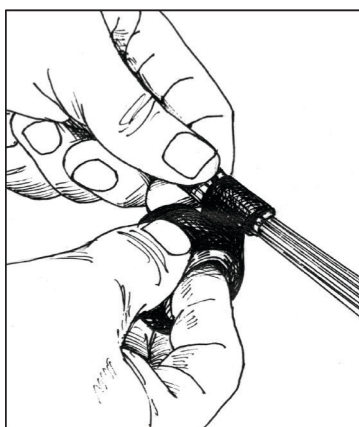
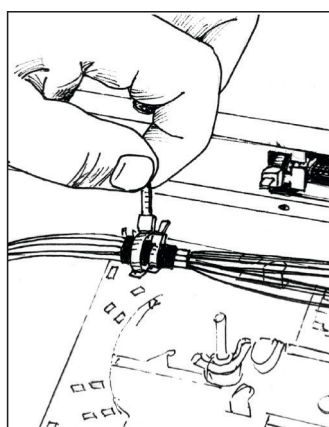

Рисунок 4.6 – Обмотка пучка ОМ лентой ПВХ
Рисунок 4.7 – Крепление ОМ в кассете
4.1.11 Обмотать пучок ОМ лентой ПВХ (2-3 слоя) в месте ввода его на кассету (рисунок 4.6) и закрепить (без натяжения) двумя стяжками нейлоновыми 2,5х75 мм (рисунок 4.7). Отрезать концы стяжек. Уложить запасы длин ОВ в кассету.